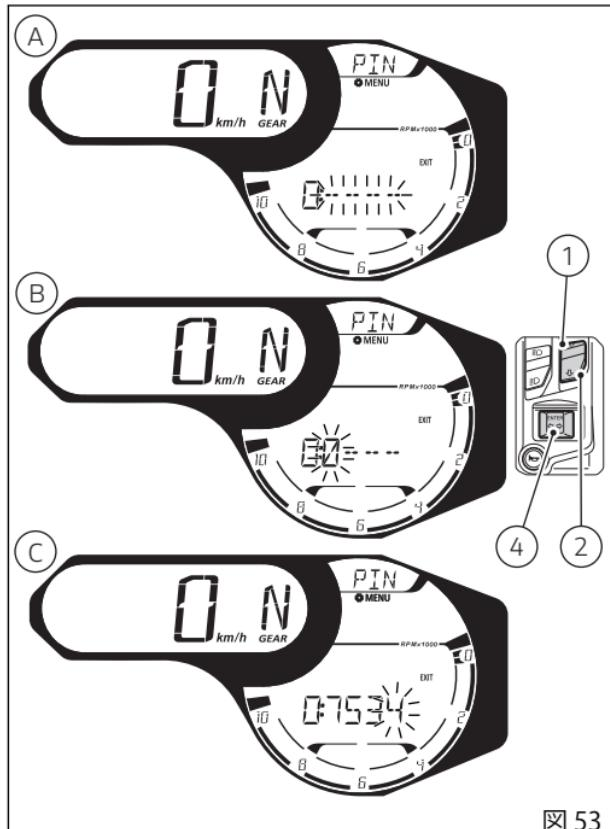
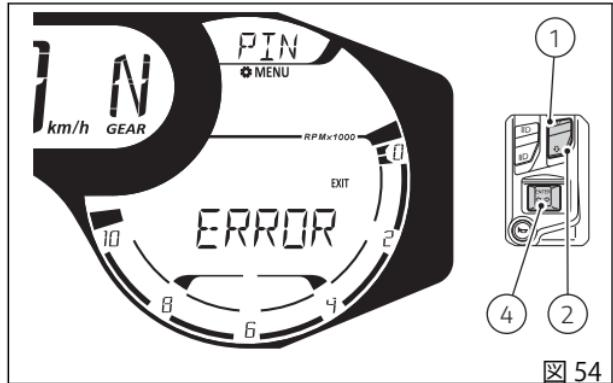

図 53
図54
ボタン(4)を押して最後の桁(C、図53)を決定すると、インストルメントパネルは次の動作を行います。
- PIN CODEが正しくない場合は、インストルメントパネルは"ERROR"を2秒間点滅表示します。2秒後に"EXIT"が選択されます(枠が点滅)。この時点でボタン(4)を押すと、PIN CODEの変更機能を終了します。一方、ボタン(1)と(2)を使うと、もう一度旧コード(A、図53)を入力することができます。(図54)